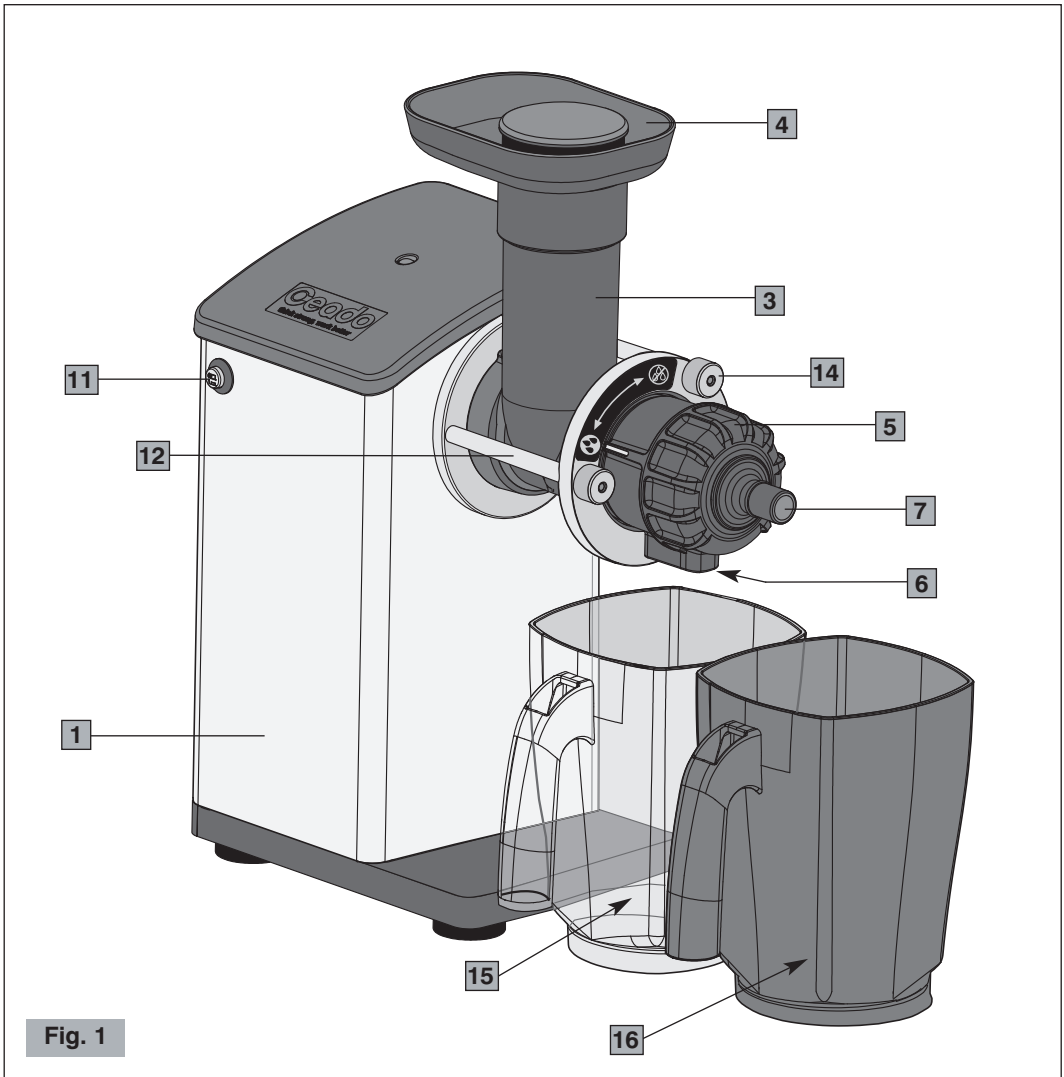
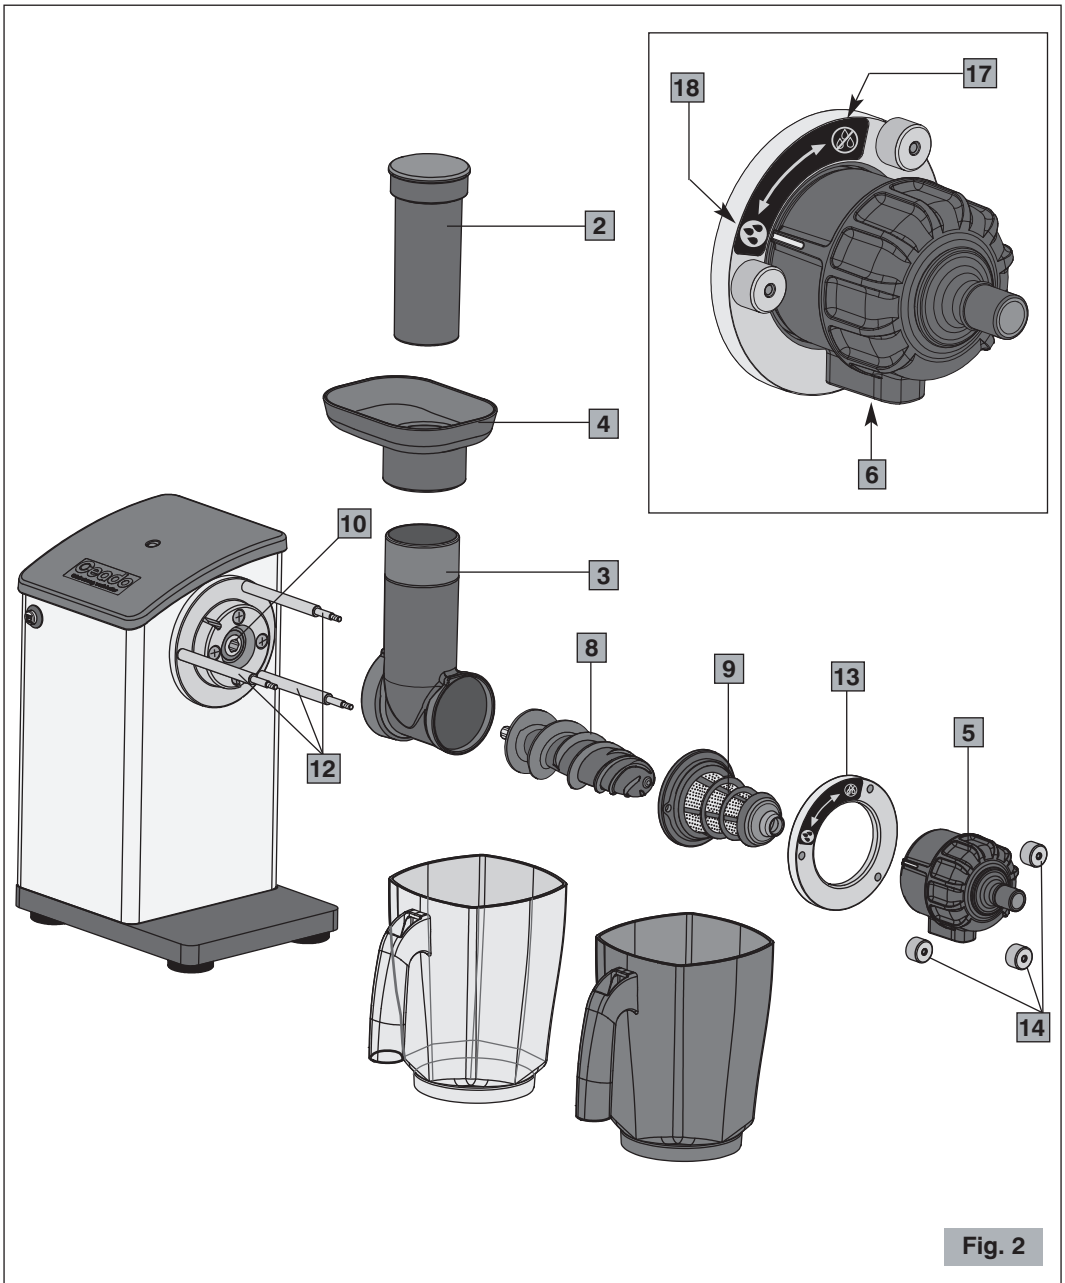

Fig. 1
Fig. 2
Before connecting the plug to the power socket, make sure that the ON-OFF switch (11 Fig. 1) is in position "O" (OFF).
- 3** Place the juice jug (15, Fig. 1) under the juice outlet and the waste jug (16, Fig. 1) under the waste discharge.
*During operation of the appliance, the splash cover (5, Fig. 1) must be in open position (“three drops” symbol). After having stopped the motor, to avoid dripping, close the splash cover by turning it clockwise through 90° (“drop stop” symbol).*
### Composants principaux (Fig. 1 - Fig. 2)
Avant de brancher la fiche à la prise de courant, s'assurer que l'interrupteur ON-OFF (11 Fig. 1) est en position d'arrêt "O".
- 3** Placer le récipient de jus (15, Fig. 1) sous la sortie du jus et le récipient de pulpe (16, Fig. 1) sous le déchargement des résidus.
*Pendant le fonctionnement de l'appareil, le couvre-filtre (5, Fig. 1) doit être en position ouverte (symbole "trois gouttes"). Après l'arrêt du moteur, afin d'éviter les gouttes, fermer le couvre-filtre en le tournant dans le sens horaire de 90° (symbole "stop gouttes").*